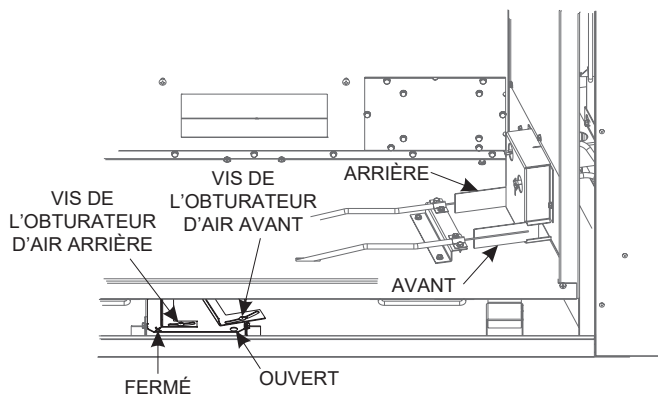

Figure 7
9. Desserrer la vis de l'obturateur d'air arrière et faire tourner la poignée vers la gauche jusqu'à obtenir une ouverture 1/8 po (3 mm) et serrer la vis. **Voir Figure 7.**